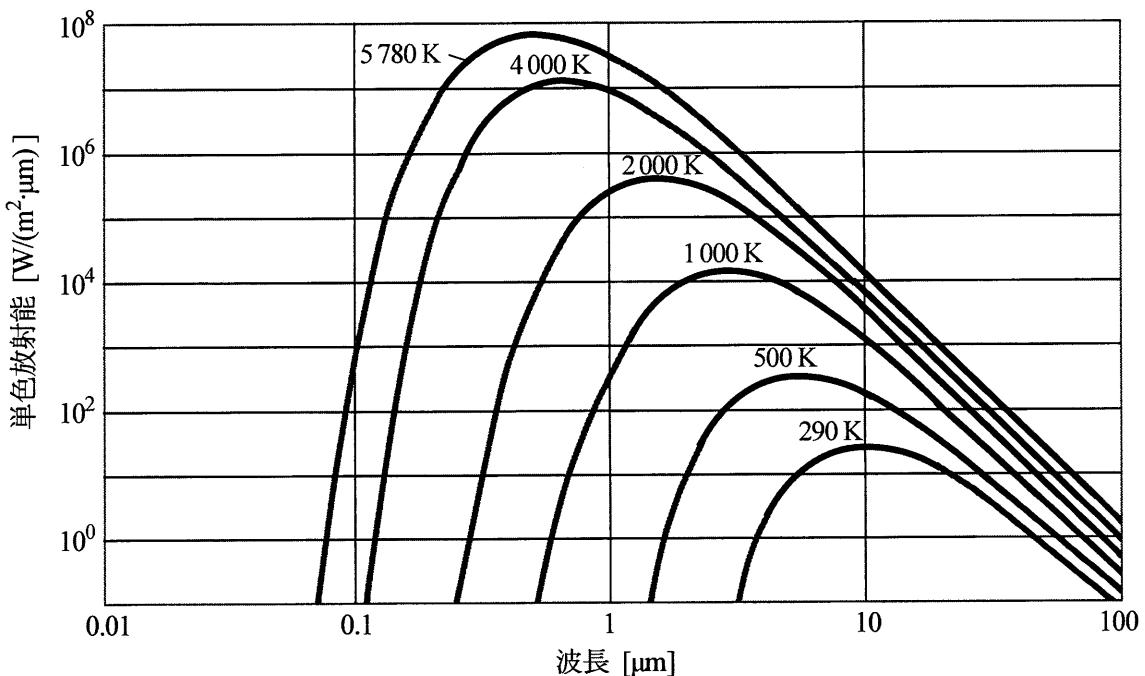

図2 黒体面からの単色放射能の波長分布
- 1) 黒体の単色放射能は、統計力学から導かれた 7 で与えられる。図2の黒体放射能の波長分布はこの法則を表したものであり、この温度特性とスペクトルは全波長領域において成立する。また、この法則は現在の量子力学における基本法則の一つとなっている。
- 2) 図2は290K～5780Kの黒体面からの単色放射能の波長分布を示している。この図を見ると、単色放射能の極大値を示す波長は温度が低下すると共に長波長側に移動する。特に極大波長と黒体面温度の関係を表す法則を 8 という。自然環境温度にある物質が放出する単色放射能の極大値の波長は10μm程度の 9 領域にある。